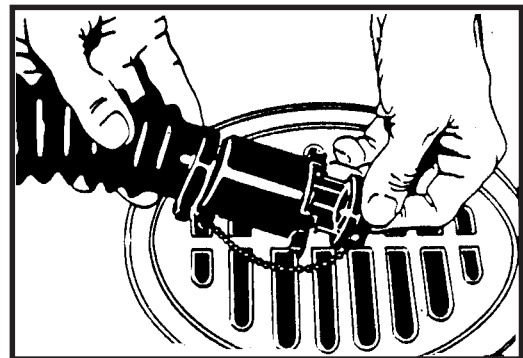

Abb. 5
- d. Drehen Sie den Ventilgriff nach links. Ziehen sie den Griff heraus, um den Abfluß zu öffnen (Abb.5).